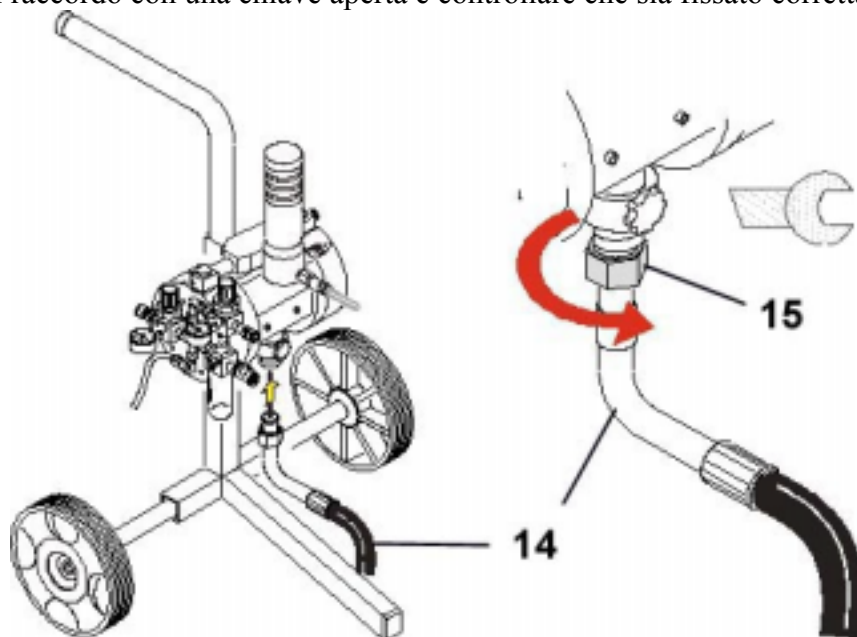

Fig. 19
8 Fissare il tubo di aspirazione (14) (Fig.19) al corpo pompa mediante l'apposito raccordo (15).